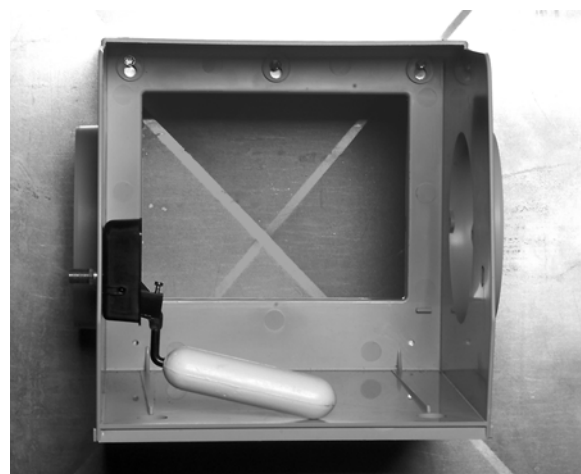

Fig. 7. Montage de l'humidificateur.
10. Installer le boîtier de l'humidificateur sur les vis, le placer de niveau et serrer les trois vis. Voir la figure 7.